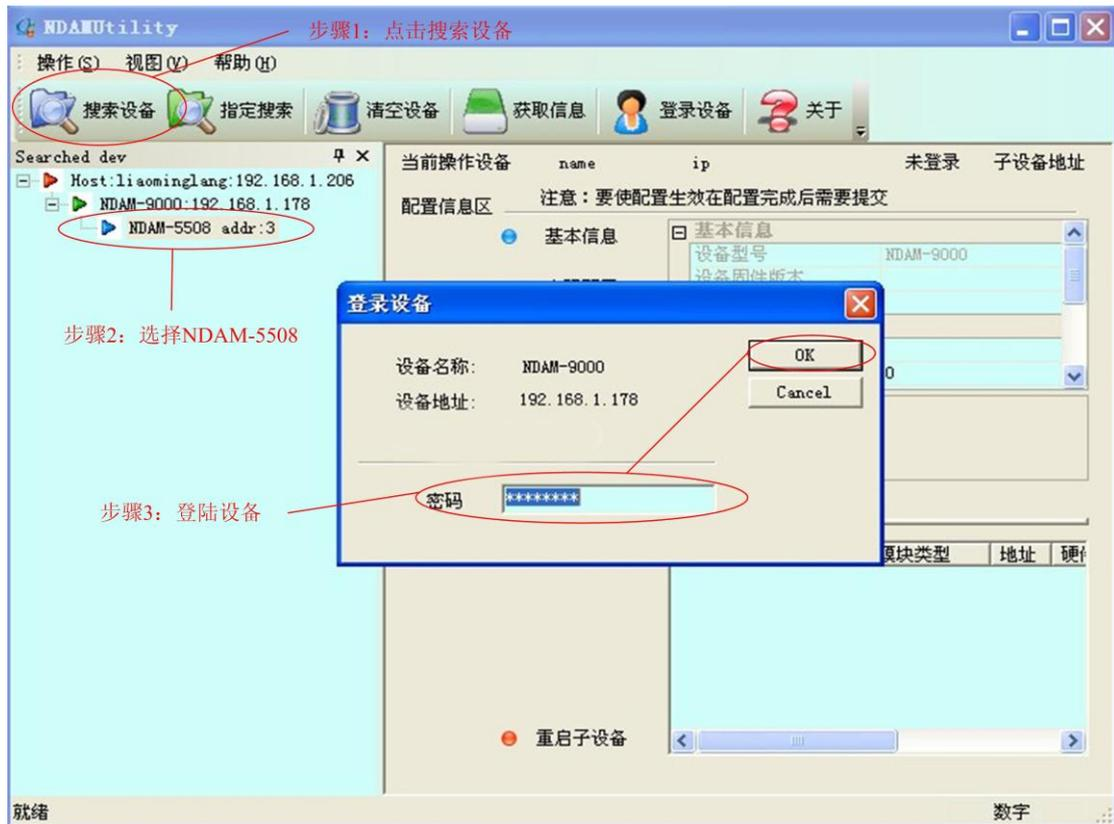

图 4.3 登陆设备
- 单击界面中的“搜索设备”按钮，进行设备搜索，如图 4.3 所示。
- 单击界面中的“NDAM-5508 addr: 3”，输入当前通讯模块的登陆密码后点击 OK，登陆设备，如图 4.3 所示；